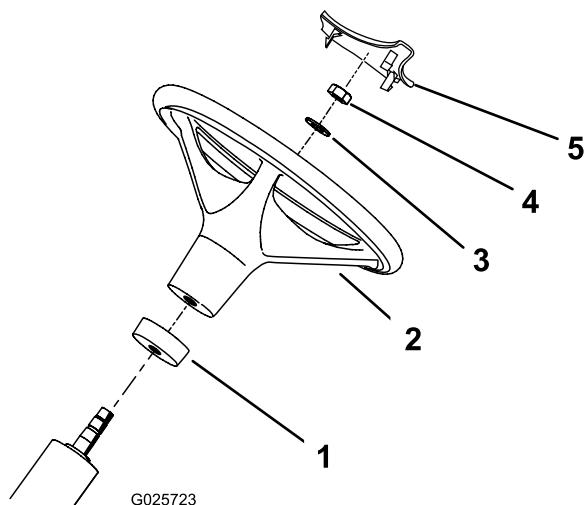

Figura 3
2. Collocate il collare in schiuma sintetica sul piantone, inserendo prima l'estremità piccola (Figura 3).
3. Collocate il volante sul piantone (Figura 3).
4. Fissate il volante sul piantone con una rondella e un dado di bloccaggio (Figura 3).
6. Premete il coperchio del volante in posizione sul volante stesso (Figura 3).